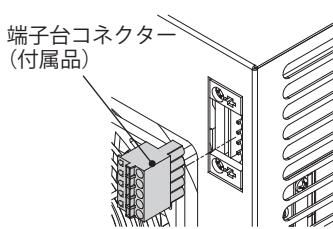

図4
- 1. 端子台コネクターを本製品から外した状態にしてください。(図 4)